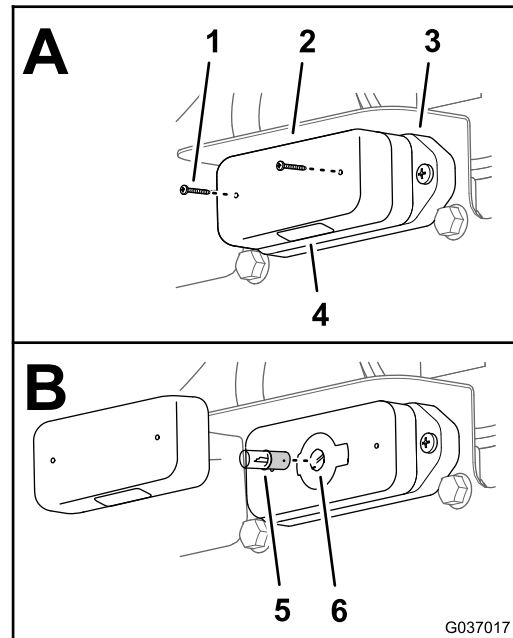

Figura 71
1. Retire los 2 tornillos que sujetan la tapa a la base de la luz de la placa de la matrícula y retire la tapa (A en la Figura 71).
2. Presione ligeramente la lámpara hacia abajo y gírela en sentido antihorario hasta que quede liberada del alojamiento de la luz y retire la lámpara (B en la Figura 71).
3. Instale la lámpara nueva en el alojamiento de lámpara (B en la Figura 71).
4. Presione ligeramente la lámpara hacia abajo y gírela en sentido horario hasta que quede sujeta en el alojamiento (B en la Figura 71).
5. Alinee la tapa a la base de la luz de la placa de la matrícula con la lente hacia abajo (A en la Figura 71).